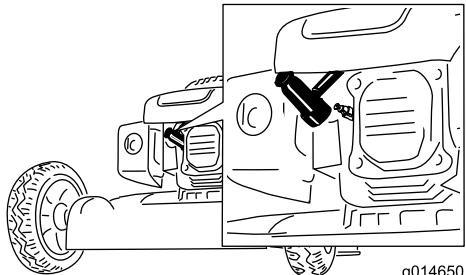

Bild 19
- Ziehen Sie den Zündkerzenstecker (Bild 19) ab, bevor Sie Wartungsarbeiten ausführen.